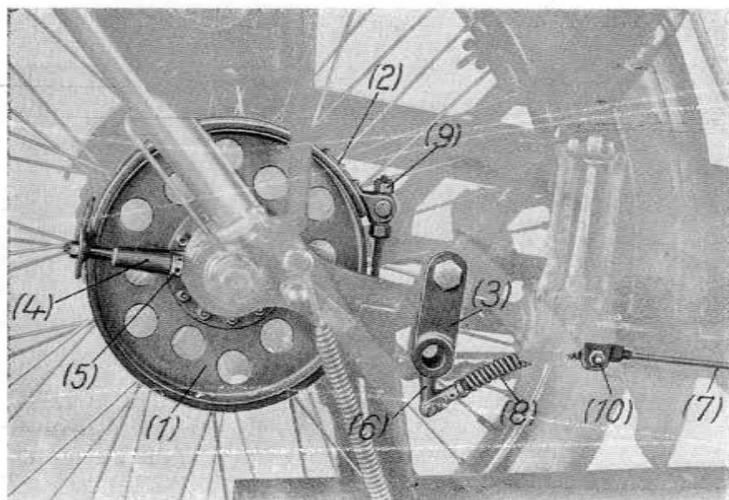
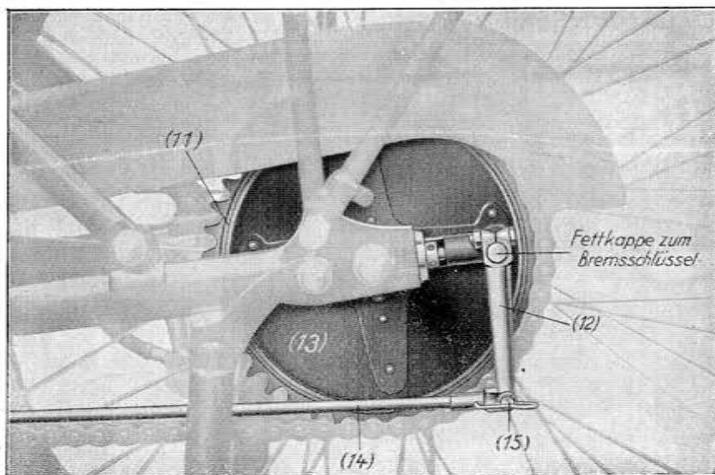

Abb. 27.
Abb. 28.
Um das Motorrad rasch und sicher zum Stehen zu bringen, ist es mit einer Hand- und Fußbremse ausgestattet. Wie aus Abbildung 27 ersichtlich, ist erstere eine Bandbremse, die mittelst Bowdenzuges von der Lenkstange aus betätigt wird; während die Fußbremse, wie Abb. 28 zeigt, als Innenbackenbremse konstruiert ist und von dem linksseitig angeordneten Fußbremshebel aus angezogen wird.
**Die Bandbremse** (Abb. 27) besteht aus einer mit den Drahtspeichen des Laufrades fest verschraubten Bremsscheibe (1). Das die Bremsscheibe umschlingende Bremsband (2) ist mit auswechselbarem Kupfer-Asbestbelag versehen und wird durch ein Hebelsystem zusammengepreßt; letzteres hat seinen Stützpunkt auf einer Schiene, die einerseits durch ein Auge auf dem Deckel der Hinterradnabe aufgesteckt, andererseits in einem Schwalbenschwanz der Rohrschelle (3) geführt ist. Der hintere Teil (4) der Schiene ist als Kettenspanner ausgebildet, durch dessen Stellschraube (5) die Ausregulierung erfolgt. Beim Anziehen des mit dem Winkelhebel (6) verbundenen Zugdrahts (7) wird das Bremsband auf die Bremsscheibe angepreßt und die beabsichtigte Bremswirkung tritt ein. Um die Bremswirkung beim Loslassen des Lenkstangen-Bremshebels wieder aufzuheben, ist zwischen den Winkelhebel (6) und der Rohrschelle (10) eine Rückzugsfeder (8) eingebaut.
**Die Fußbremse** ist, wie aus Abb. 28 ersichtlich als Innenbackenbremse ausgebildet. Die Bremswirkung erfolgt auf die innere Fläche der mit der Radnabe ein Stück bildenden Zahnkranz-Bremstrommel (11). Die auf einem Bolzen gelagerten Bremsbacken werden durch einen an den Bremsarm (12) innerhalb des Bremsdeckels (13) angegliederten Daumen nach auswärts an die Innenfläche der Zahn-
**9. Fettkappe zum Bremsschlüssel der Innenbremse** (s. Abb. 28). Ein frisches Auffüllen der Kappe mit Schmierstoff genügt **halbjährlich oder ca. alle 4000—6000 Kilometer**. Die Fettkappe ist jedesmal fest anzuziehen, damit das Fett durch das Schmierloch des hohlgebohrten Bremsschlüssels durchgepreßt wird und so zu den Lagerstellen gelangen kann. Die Bremsbacken bedürfen höch-